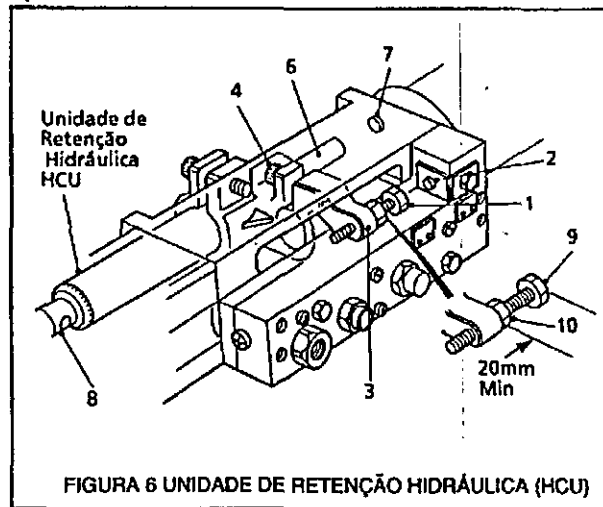

FIGURA 6 UNIDADE DE RETENÇÃO HIDRÁULICA (HCU)
REGULAÇÃO DA OPERAÇÃO DE PERFURAÇÃO (Ver Figura 6)
Utilizar (9), Figura 6, para o ajustamento de profundidade final.
Tranque utilizando (10), Figura 6.